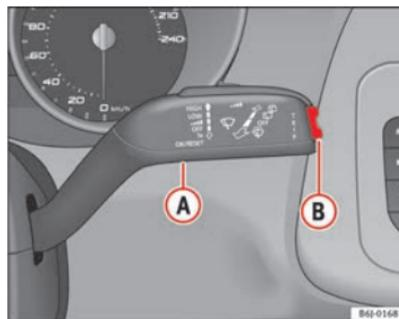

Fig. 34 Levier d'essuie-glace et de lave-glace : touche A et commande à bascule B
Dans l'indicateur multifonction (MFA), actionnez la commande à bascule => fig. 34 (B) du levier d'essuie-glace/ de lave-glace pour faire défiler les indications suivantes : ▶